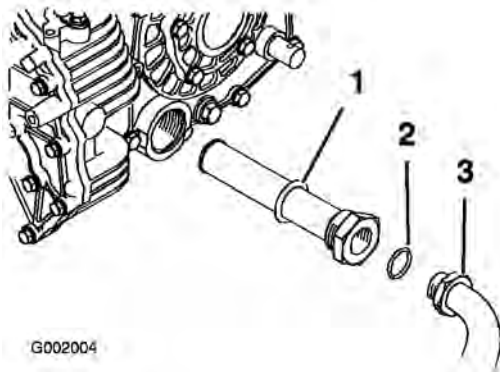

Bild 64
5. Nehmen Sie den Hydraulikschlauch und das 90° Anschlussstück ab (Bild 64).